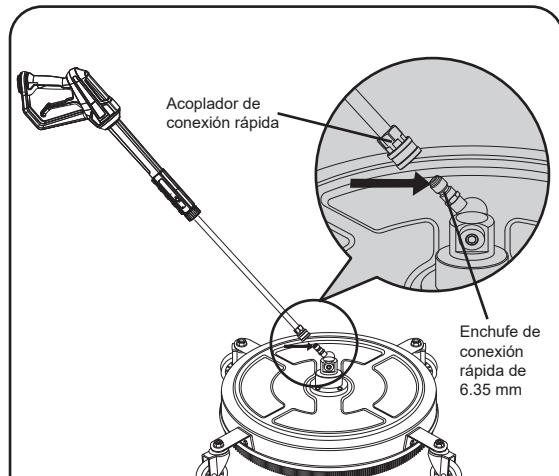

Figura 1
Consulte la figura 1.
2. Fije el enchufe de conexión rápida de 6.35 mm del limpiador de superficies al extremo de la vara del equipo de lavado con agua a presión (consulte la Figura 1).